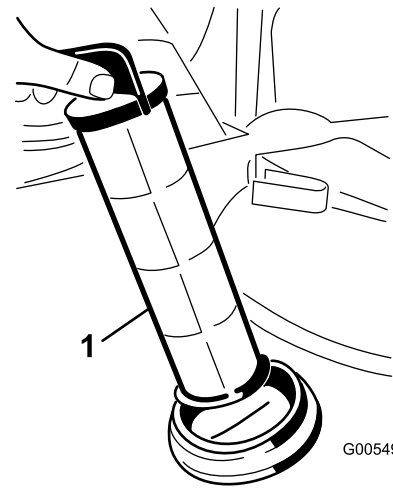

Bild 67
4. Ziehen Sie das Saugsieb aus dem Siebgehäuse im Behälter (Bild 67).